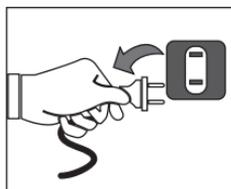

Fig. 25
- Desconecte el acondicionador de aire, retirando la clavija de la toma ver fig.25
- Desconecte el acondicionador de aire, retirando la clavija de alimentación eléctrica. Ver fig. 25